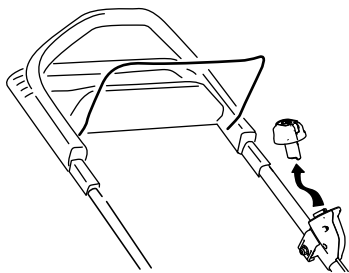

Figure 19
1. Retirez le bouton de démarrage électrique (Figure 19).